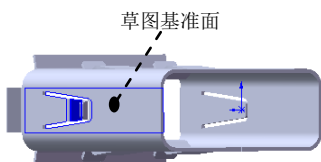

图 10.75 绘制的折弯 14
Step24. 创建图 10.75 所示的钣金特征——绘制的折弯 14。
(1) 选择下拉菜单    命令。
(2) 定义横断面草图。选取图 10.75 所示的模型表面为草图基准面, 绘制图 10.77 所示的横断面草图。